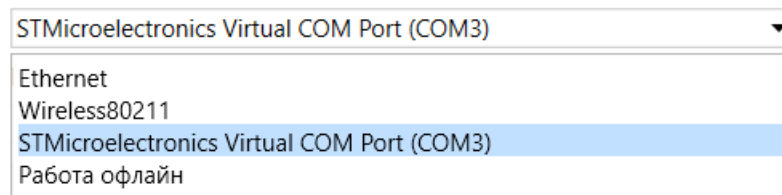
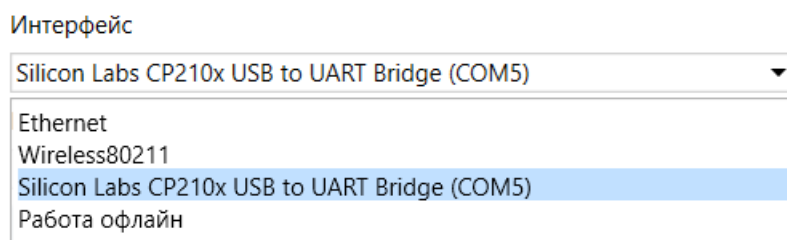

Рисунок 7.1 – Меню выбора интерфейса при подключении по USB
Рисунок 7.2 – Меню выбора интерфейса при подключении по RS-485
- **«STMicroelectronics Virtual COM Port»** – для подключения по USB (см. рисунок 7.1) или **«Silicon Labs CP210x USB to UART Bridge»** – для подключения по RS-485 (см. рисунок 7.2).